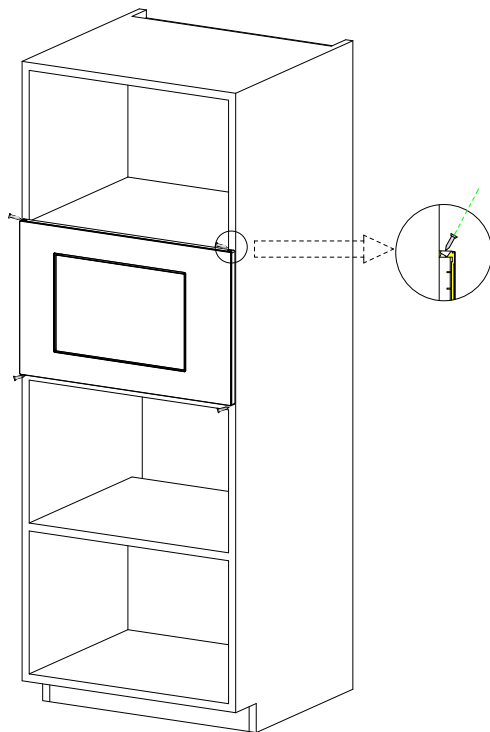

Fig.2
b) Empuje el horno de microondas hasta el final. (Fig. 2)